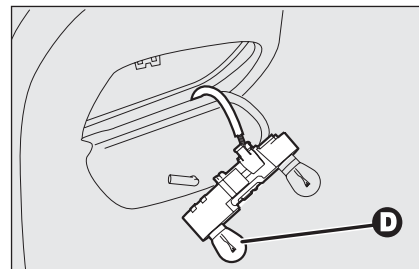

fig. 35
- ☐ quite y sustituya la lámpara correspondiente empujándola ligeramente y girándola hacia la izquierda **fig. 35**: